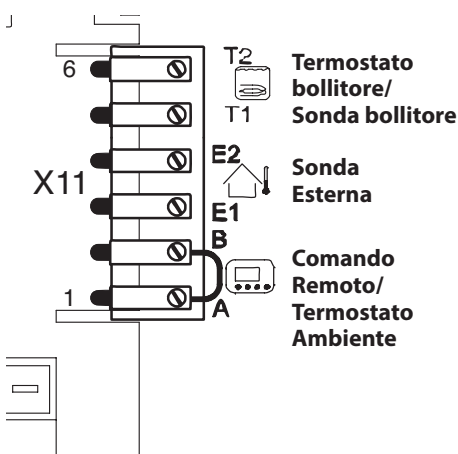

Figura 5.25
Per il collegamento della sonda esterna servirsi dei morsetti indicati in (Figura 5.25).
Per il collegamento del comando remoto servirsi dei morsetti indicati in (Figura 5.25).
**Il ponticello elettrico presente tra "A e B" va tolto (Figura 5.25).**